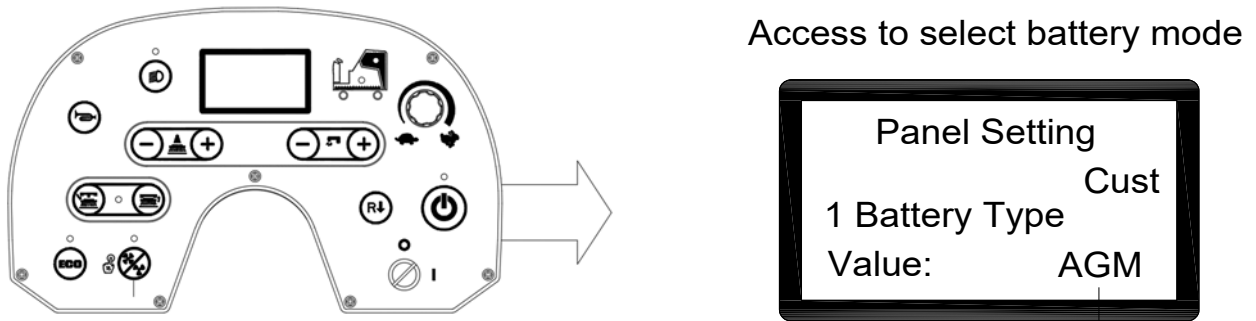

Abb. 6
1. Drücken Sie die Wasserdurchflusstaste „-“ (A, Abbildung 6) und gleichzeitig „+“ (B, Abbildung 6).
2. Stecken Sie den Zündschlüssel (C, Abbildung 6) ein und schalten Sie ihn auf „I“.
3. Gehen Sie einige Sekunden später zum Bildschirm des Akkuauswahlmodus (Abb. 6).
4. Drücken Sie die Wasserdurchflusstaste „-“ (A, Abbildung 6) und gleichzeitig „+“ (B, Abbildung 6), um den Akkumodus auszuwählen (H, Abbildung 6).
5. Die Anzeige „Update OK“ nach 3 Sekunden bedeutet, dass die Einstellung erfolgreich war, starten Sie die Maschine neu. (C, Abbildung 6).